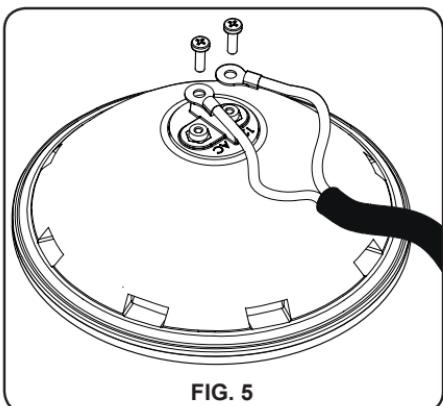

FIG. 5
5. Coloque a lâmpada de LEDs PAR 56 adquirida, efetuando a ligação elétrica com os dois parafusos de ligação (Fig. 5).